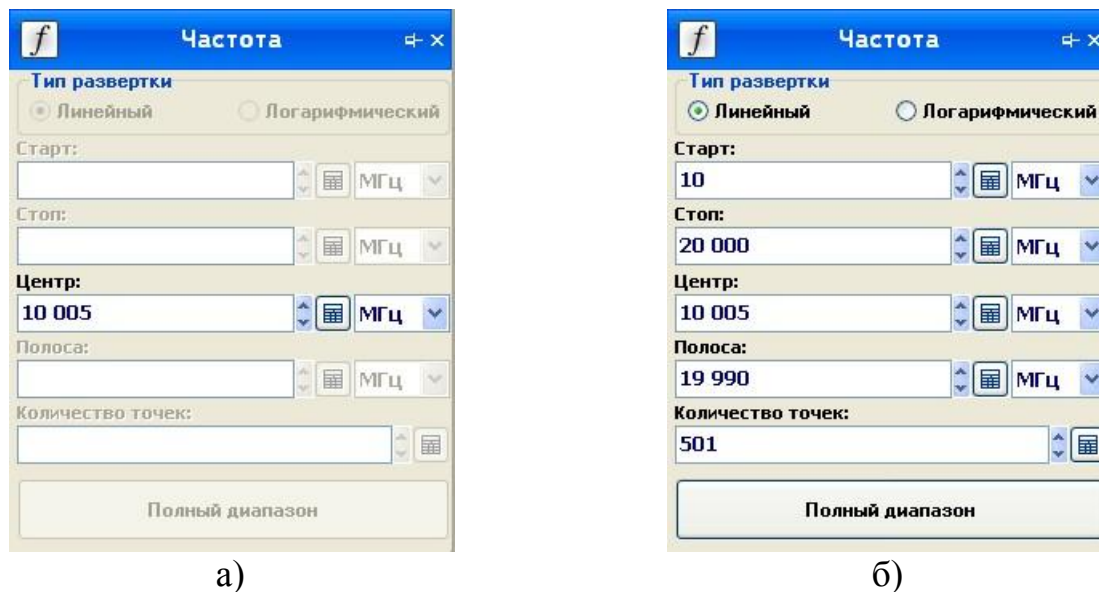

Рисунок 7.2 – Вкладка «Частота»
7.3.1 Установка параметров частоты проводится во вкладке «*Частота*» панели управления (рисунок 7.2).
7.3.2.1 В режимах «Фиксированная частота и мощность» и «Сканирование по мощности» задаётся только значение частоты в поле «Центр» (рисунок 7.2-а).
7.3.3.1 В режимах «Сканирование по частоте» и «Сканирование по частоте и мощности» (рисунок 7.2-б) установка частоты возможна двумя способами: